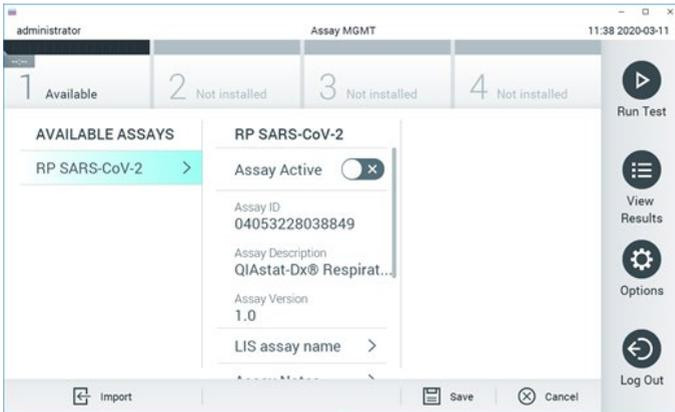

Abbildung 89. Bildschirm „Assay Management“ (Assay-Verwaltung).
2. Drücken Sie auf die Schaltfläche Options (Optionen) und wählen Sie dann Assay Management (Assay-Verwaltung). Im Inhaltsbereich der Anzeige erscheint der Bildschirm Assay Management (Assay-Verwaltung) (Abbildung 89).